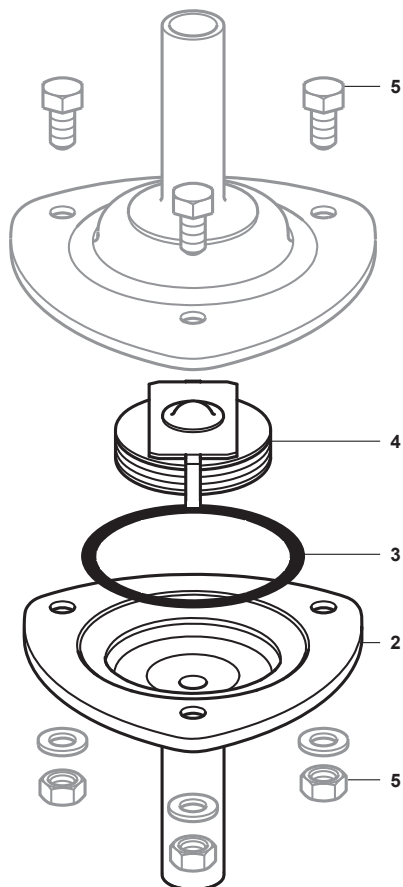

Abb. 6 BTM7
- Entfernen Sie Muttern und Schrauben (5).
- Der Endanschluss (4) mit Innensitz, O-Ring (3) und Kapselelementsatz (2) kann dann zur Reinigung oder zum Austausch entfernt werden. Stellen Sie sicher, dass der Kapselelementsatz (2) beim Zusammenbau in der richtigen Position angebracht wird (siehe Abb. 6).
- Bauen Sie alles erneut mit einem neuen O-Ring (3) zusammen. Der Ventilegel sollte so positioniert sein, dass er exakt auf der Sitzringöffnung aufliegt.
- Ersetzen Sie Muttern und Schrauben (5) und ziehen Sie sie mit dem empfohlenen Drehmoment (siehe Tabelle 1) an und nehmen Sie den Ableiter wieder in Betrieb.